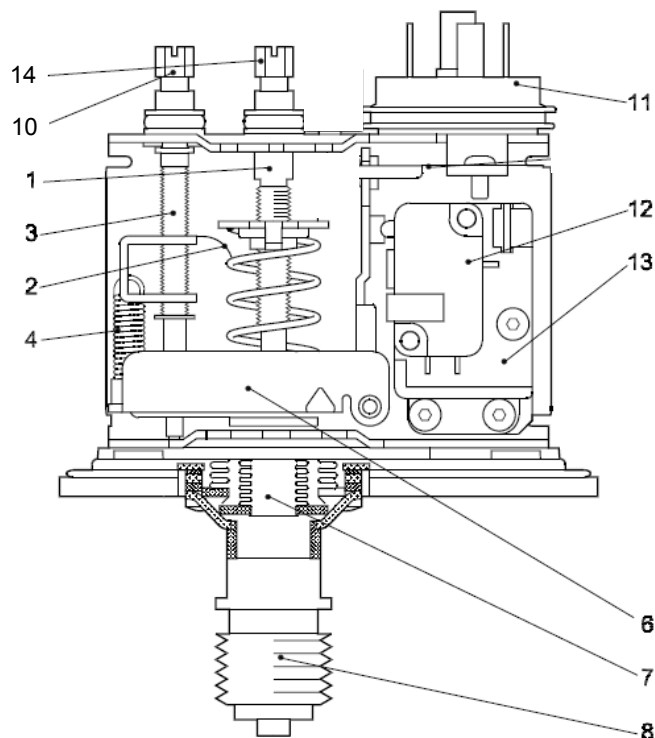

Рис. 6
2.1.4 СХЕМА ФУНКЦИОНИРОВАНИЯ (Рис. 6)